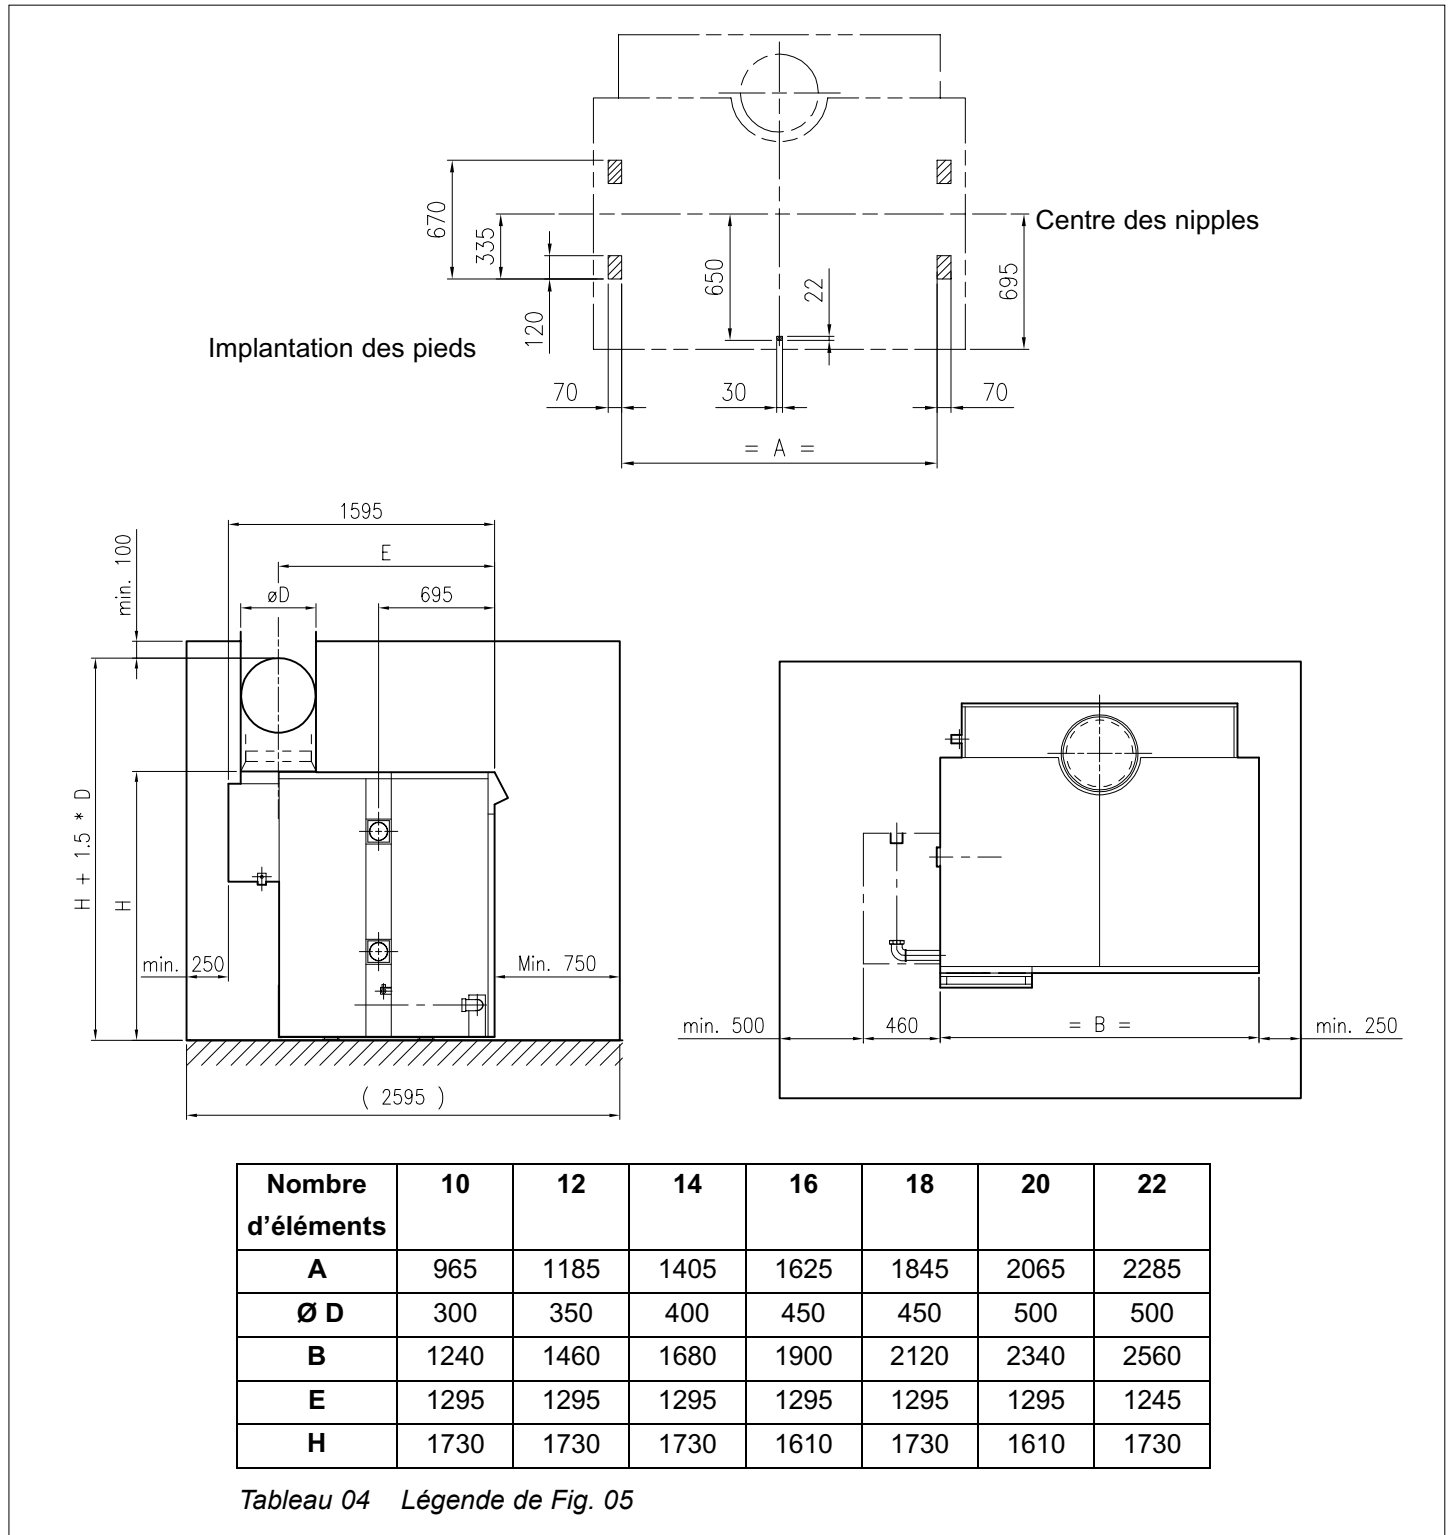
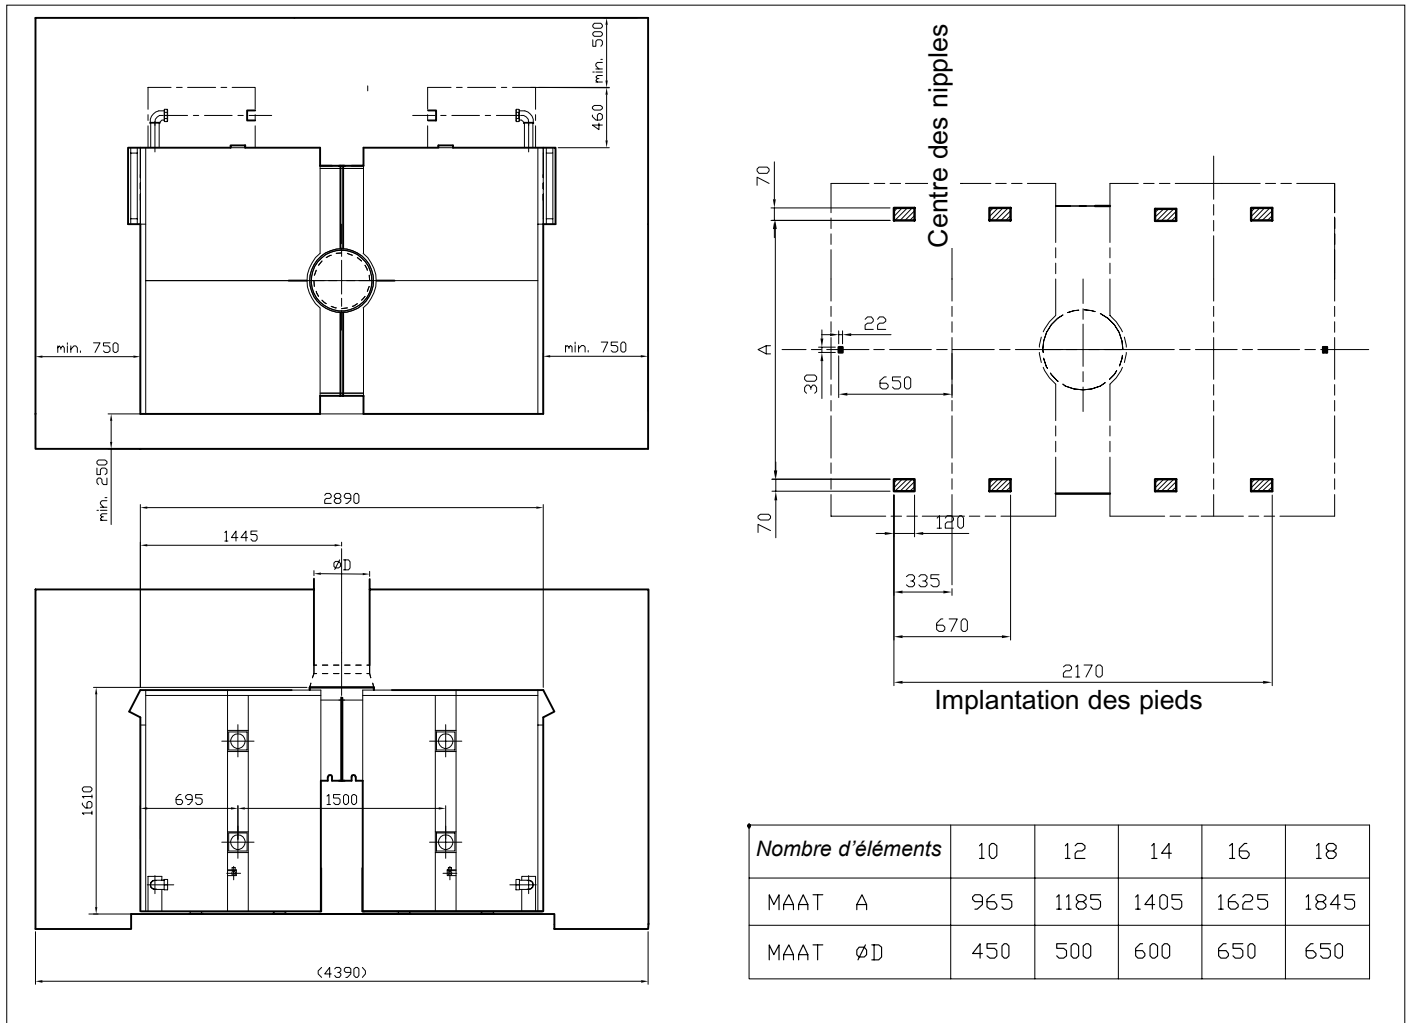

Fig. 05 Implantation en chaufferie Remeha Gas 550
Fig. 06 Implantation en chaufferie Remeha Gas 550 Duo
La chaudière est livrée avec des plaques d'isolation qui permettent le cas échéant, une implantation directe sur le sol de la chaufferie. (Voir exemples d'implantation Fig. 05 et Fig. 06).
- Attention:** bien respecter la cote $H + 1,5 \times D$ pour le départ du conduit (voir Fig. 05)